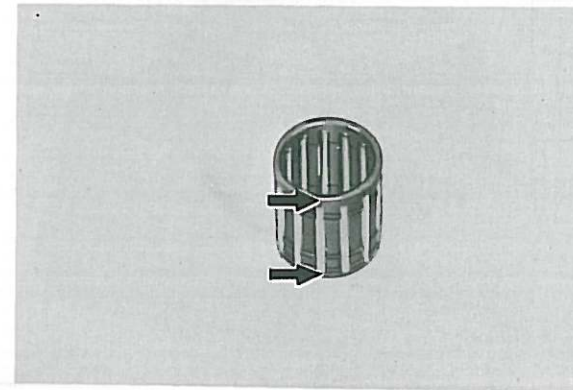

Fig. 3-3-6
Check the rollers for signs of flat spots. If found replace pin and bearing. (Fig. 3-3-6)
3. Vérifier si la cage du roulement n'est pas excessivement usée ou endommagée. Vérifier si les aiguilles ne sont pas aplaties par endroits. En cas de défaut évident, remplacer l'axe et le roulement. (Fig. 3-3-6)
3. Lagerkäfig auf übermäßige Abnutzung oder Beschädigung prüfen. Rollen auf Anzeichen von Abflachungen untersuchen. Falls diese gefunden werden, Kolbenbolzen und Lager erneuern. (Fig. 3-3-6)